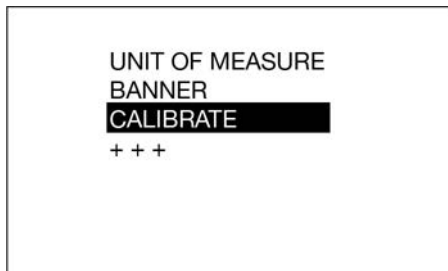

FIG. 25
- Utiliser la touche fléchée HAUT ou BAS du clavier pour mettre le menu CALIBRATE (Étalonnage) (FIG. 25) puis appuyer sur la touche ENTRÉE sur le clavier pour sélectionner le menu CALIBRATE (Étalonnage).